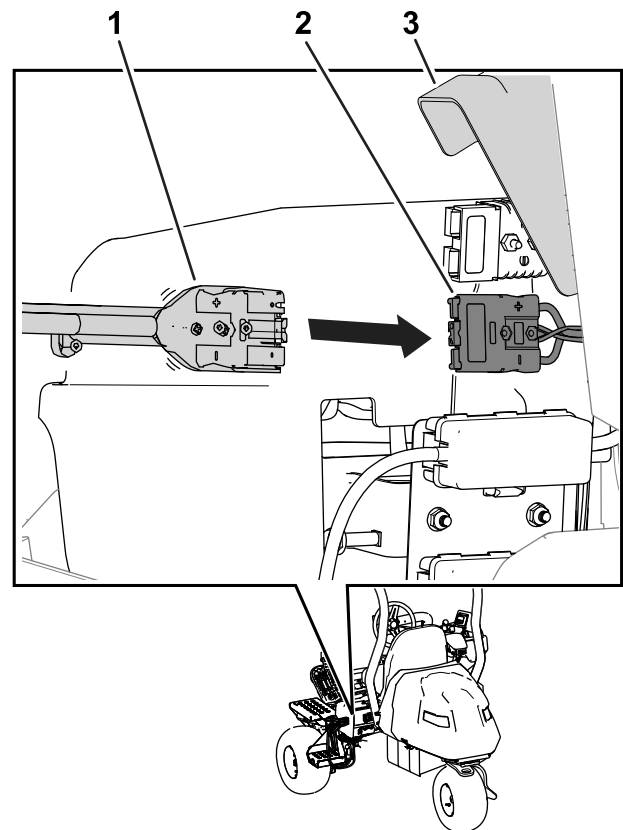

Figure 36
7. Soulevez le couvercle des connecteurs et insérez le connecteur de sortie du chargeur dans le connecteur du chargeur sur la machine (Figure 36).